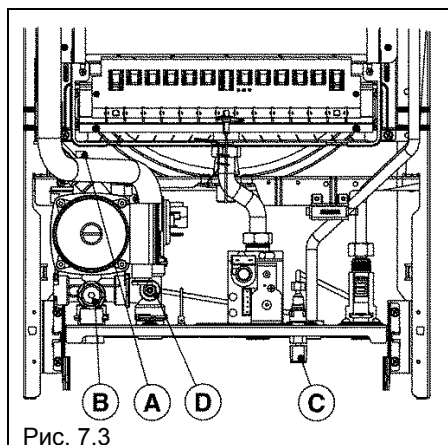

Рис. 7.3
- ослабьте клапан заливки воды в котел (D – рис. 7.3);